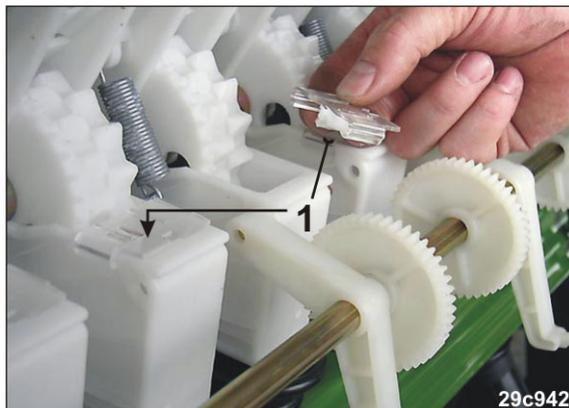

Рис. 246
2. Отметьте новые высевающие катушки технологической колеи, для этого наденьте щетки высевающих катушек для мелких семян (Рис. 246/1) на новые высевные коробки технологической колеи.